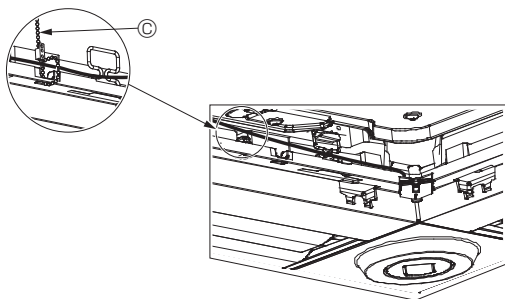

Fig. 10-12
- Fest i-see-Sensoren og signalmottakerledningene til panelet med festene som vist på bildet, slik at det ikke er slakk i ledningene, og deretter klipp av den overflødig enden av festet. (Fig. 10-12)
- Hvis posisjonen til i-see-Sensoren ble endret fra "○" (E) til "□" (F)-posisjonen, endre funksjonsinnstillingene. (Se side 13.)